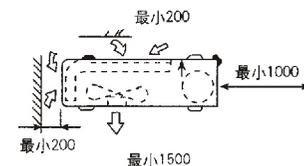

图 4 机器户外部分所需空间
(1) 安装场所必须满足如下要求:
- 确定机器四周留有充分空间,并尽可能地远离障碍物,以便操作和维修,见图 4。